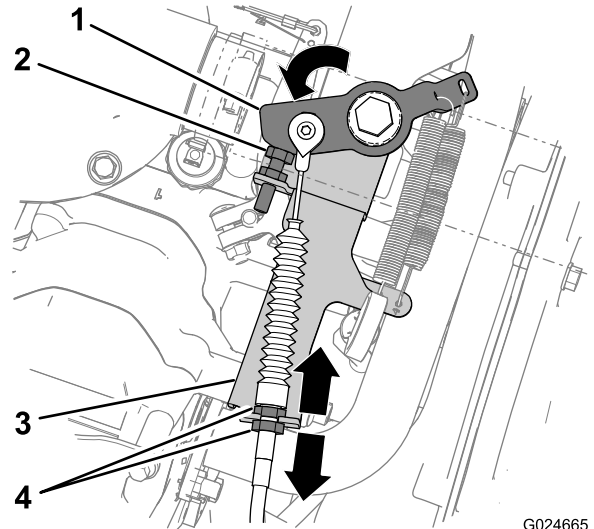

図 87
- すきまを小さくしたい場合には、スロットルケーブルの内側ジャムナットをゆるめて、外側ジャムナットを締め付ける 図 87。
- すきまを大きくしたい場合には、スロットルケーブルの外側ジャムナットをゆるめて、内側ジャムナットを締め付ける 図 87。
4. スロットルケーブルのジャムナットがピンと張っていることを確認する 図 87。